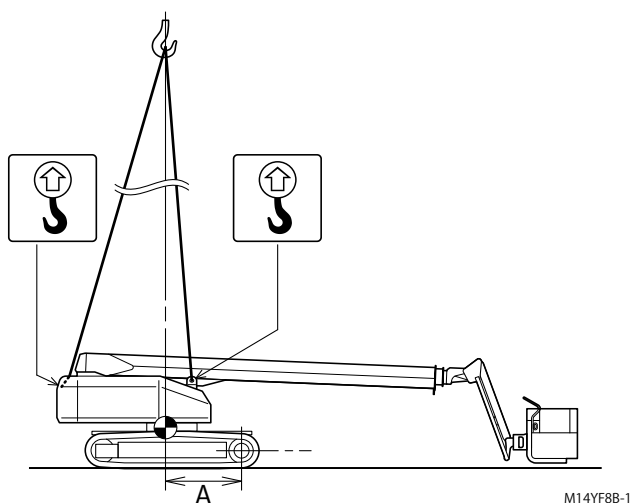

Fig. 10-6
Schuif de giek volledig in en stel de helling ongeveer op horizontaal, laat vervolgens de knikarm zakken tot de eindpositie en positioneer de machine zoals weergegeven in afb. 10-6.
Maak de draadkabels of kettingen vast aan de hijspunten op de draaischijf zoals weergegeven in afb. 10-6 met behulp van een beugel, enz.
*2: Zie afb. 10-6, A.